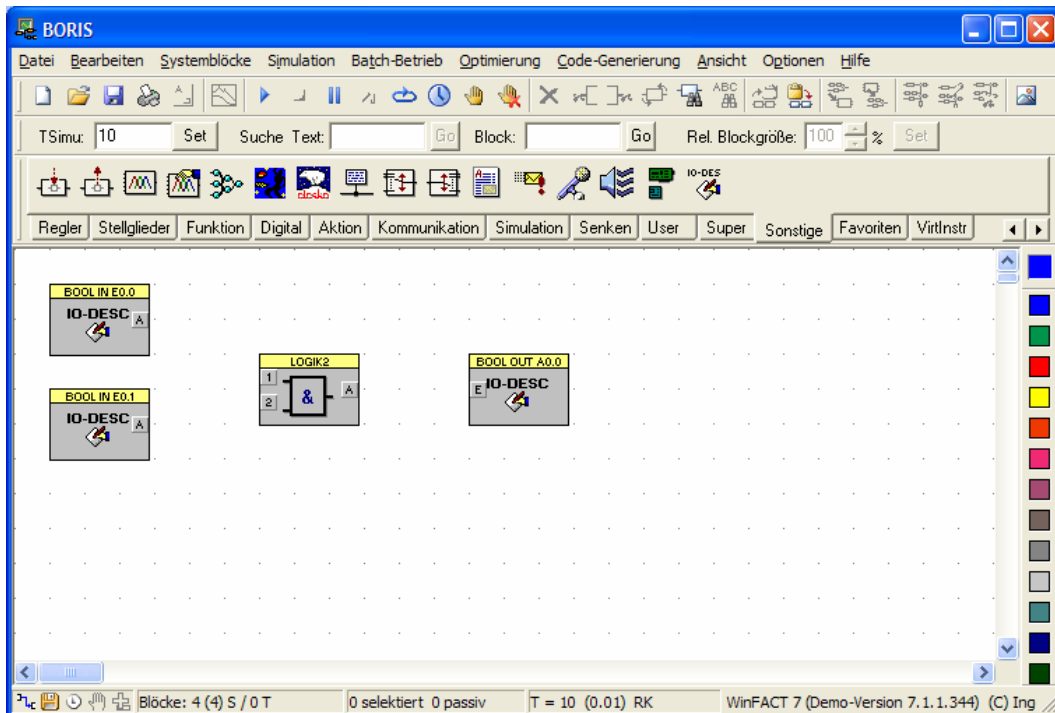

Abbildung 12 BORIS nach Parametrierung der I/O-Code-Abschnitt-Blöcke
- 6) Weisen Sie nun auf analoge Weise dem unteren linken *I/O-Code-Abschnitt*-Block den Code-Abschnitt `BOOL IN E0.1` und dem rechten *I/O-Code-Abschnitt*-Block den Abschnitt `BOOL OUT A0.0` zu. Anschließend sollte Ihr BORIS-Arbeitsblatt etwa wie in Abbildung 12 aussehen.